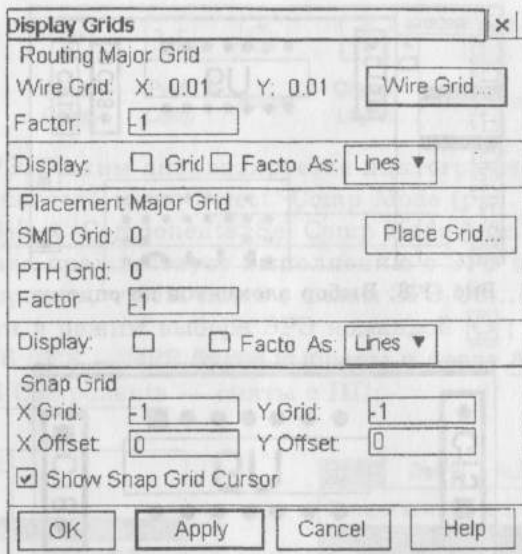

Рис. 1.10. Окно установки сетки черчения полигона
- после Define>RoomDraw>Mode перейти в КМ и выбрать строку Set Pointer Snap Grid — откроется окно установки сетки рисования полигона комнаты (рис. 1.10);